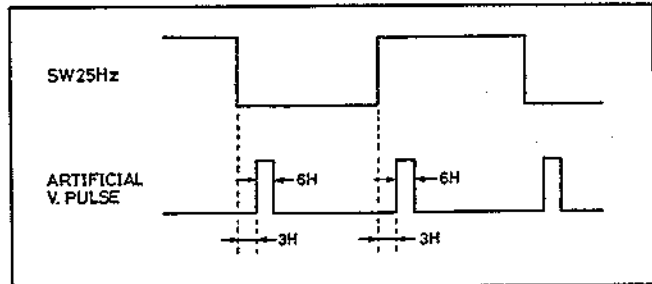

Abb. 5.24 Künstlicher V.SYNC-Impuls
2) Monitor-Abschaltkreis (MONI. CUT, Abb. 5.24) An Stift 3 des IC202 liegt ein "Hi"-Signal an, wenn der vom Systemsteuerkreis kommende und vom Servoschaltkreis oder Monitor-Abschaltsignalanfang erzeugte künstliche V.SYNC-Impuls an den Rauschunterdrücker mit H-Korrelation/Signalausfall-Kompensation (IC203) gelegt wird. Während des Ladens wird deshalb das reproduzierte Signal abgeschaltet. Während des Stillbetriebs wird ein künstlicher V.SYNC-Impuls angelegt um ein Flattern des Bildes zu unterdrücken. Das Videosignal wird an Stift 19 ausgegeben und gelangt über den Schräglauflinienkorrektur-Schaltkreis (IC201) in den Videoverstärker (IC301: VIDEO AMP). Das Ausgangssignal des Videoverstärkers (VIDEO AMP) gelangt an den EVF- und AV OUT-Anschluß.